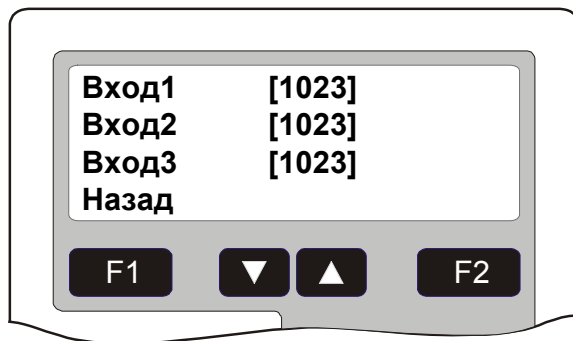

Рис. 10 Значения отсчетов на дисплее БЦП
- Для каждого из указанных значений токов проконтролировать значения отсчётов на дисплее БЦП (Рис. 10) и результаты измерений (отсчёты) поместить в таблицу, аналогичную Табл. 8.